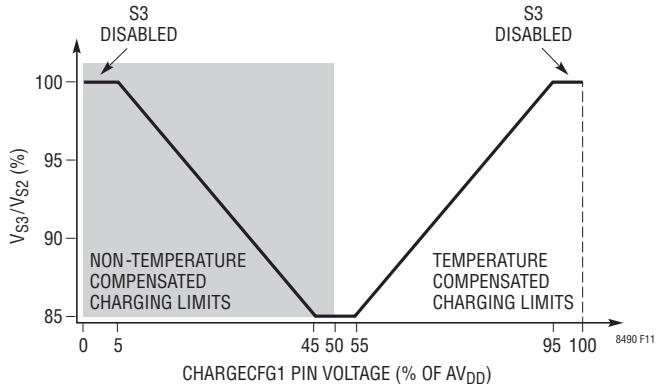
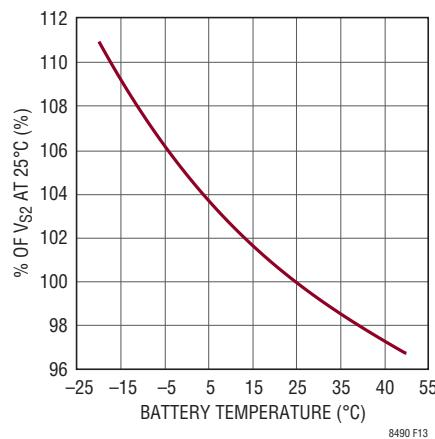

図11. CHARGECFG1 ピンの設定
図13. 温度補償をイネーブルした場合のステージ2電圧制限値と温度
ステージ2の電圧制限値(V_{S2})は、バッテリ充電電圧の最大値です。ステージ0、1、および3の電圧制限値は、表3および図11に示すように、すべてステージ2の制限値と関係があります。温度補償充電をイネーブルした場合、図13に示すように V_{S2} は温度に応じて変化します。そのため、他のステージの制限値も温度に応じて変化します。これらは V_{S2} の比例定数だからです。
CHARGECFG1 ピンは、図11 に示すような多機能ピンです。このピンは、合計値が $100k\Omega$ 以上の抵抗分割器を AV_{DD} ピンに接続して設定します(例については「標準的応用例」のセクションを参照)。CHARGECFG1 の電圧により、 AV_{DD} のパーセント値として、以下に説明する選択が行われます。分割器の比は、図11 の変曲点(たとえば、5%、45%、50%、55%、または 95%)のうちのいずれかに直接設定しないようにしてください。
2. バッテリ電圧の温度補償: バッテリの種類によっては、バッテリ温度に応じて電圧制限値を調整すると、充電が最適化されます。特に鉛蓄電池は、温度変化に伴って理想的な充電電圧が大きく変化します。CHARGE CFG1ピンによって温度補償をイネーブルすると、バッテリ充電電圧および関連するすべての電圧しきい値はバッテリ温度により自動的に調整されます。TEMPSENSEピンの電圧が変化するにつれて、FBOWピンからのPWM信号のデューティ・サイクルは、LT8490の電圧制限値が図13に示す曲線に従うように変化します。